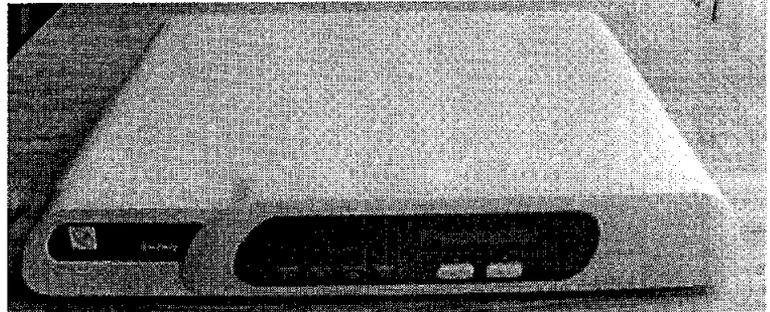

FIG. 6
El módem satelital (Fig. 6) recibe y procesa la señal del satélite, permitiendo la comunicación de voz mediante un teléfono unilínea común. Para la programación del equipo se usa el puerto serial RS-232 conector DB-25 (F) etiquetado como TP1. Este módulo cuenta con las siguientes características: